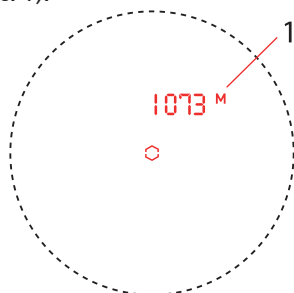

Рис. 1
В режиме измерения расстояния нацельтесь на выбранный объект и нажмите кнопку включения/измерения (6). На дисплее отобразится расстояние до цели по прямой [1] (рис. 1).